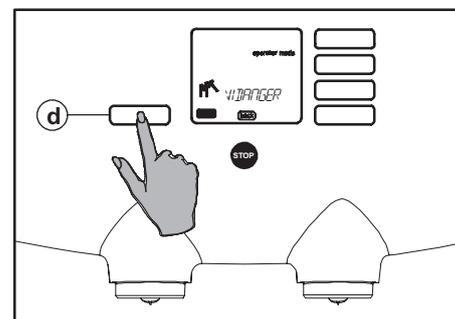

Fig. 78 Démarrage du programme de détartrage
5. Appuyez sur le bouton Enter (fig. 78 d). L'écran affiche : "CONFIRMEZ".
6. Appuyez de nouveau sur le bouton Enter (fig. 78 d).
L'écran affiche : "VIDANGER" +  (fig. 78).
13. Appuyez sur le bouton Enter (fig. 78 d).
- Videz le réservoir d'eau et appuyez sur le bouton Enter (fig. 78 d).
18. Appuyez sur le bouton Enter (fig. 78 d).
24. Appuyez sur le bouton Enter (fig. 78 d).
31. Appuyez sur le bouton Enter (fig. 78 d). L'écran affiche : "REPLACE PACK" + .
33. Appuyez de nouveau sur le bouton Enter (fig. 78 d). L'écran affiche d'abord : "ATTENDRE SVP", puis .